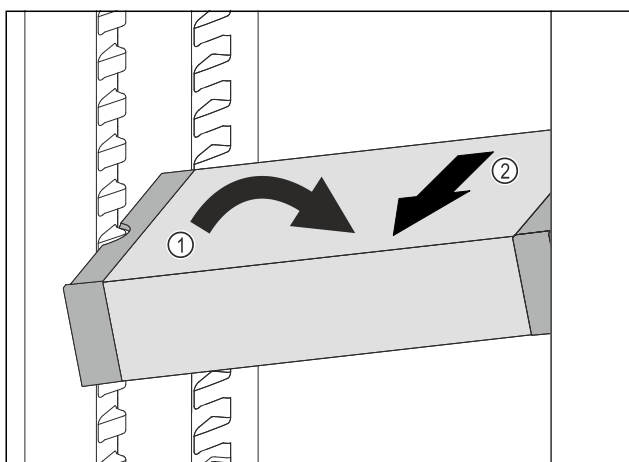

Fig. 66
- VarioSafe postavte v chladničce šikmo. Fig. 66 (1)
- VarioSafe odeberte směrem dopředu. Fig. 66 (2)